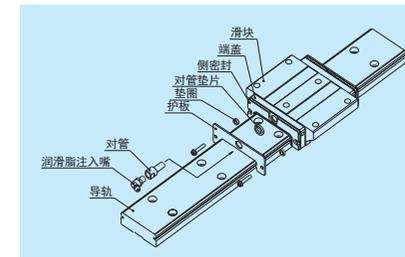

图 11 护板
(4) 护板
- 对标准完成品追加安装护板时，请利用如表 14 所示的护板套件（图 11）
- 护板安装后，将润滑脂注入嘴装入端盖时，需要如图 11 所示的接口垫片。